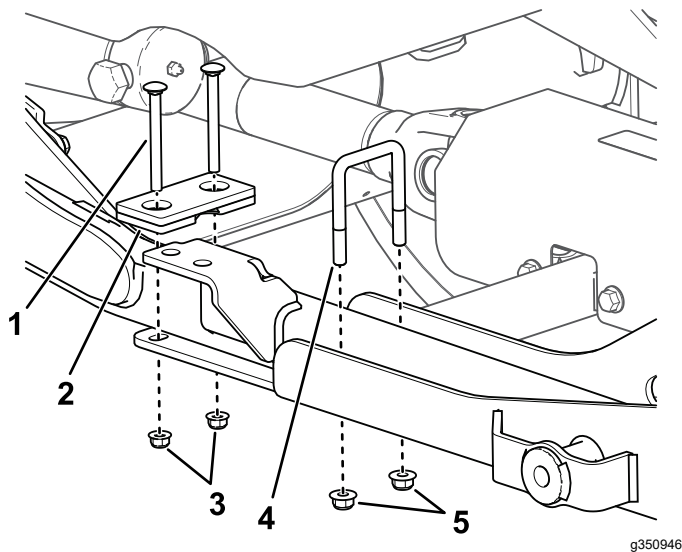

図 12
2. 図 12 のように、昇降アームを取り付けプレートアセンブリの高さに合わせ、トラクションユニットの駐車ブレーキを掛け、エンジンを停止し、キーを抜き取り、各部が完全停止するのを待つ。
3. 昇降アームの後部を、取り付けプレートアセンブリに固定する付属のUボルト、ストッププレート、キャリッジボルト、ロックナットを使用する 図 12。